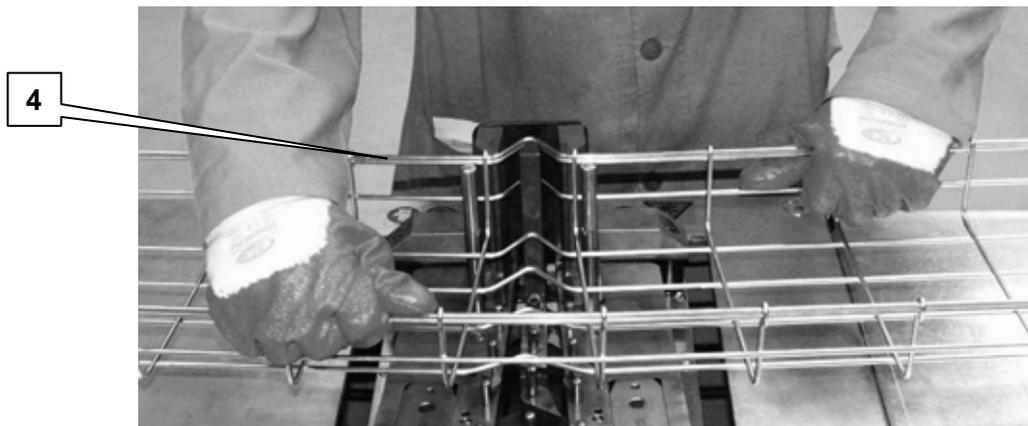

Figura 4.70 – Estrazione passerella
10. estrarre la passerella **4** dalla stazione di piega tirandola verso l'alto (figura 4.70);